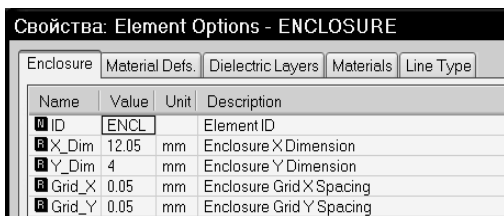

Рис. 2.27
3. На вкладке **Enclosure** (рис. 2.27) введите значения **X\_Dim=12.05 mm** (это длина корпуса, которая должна точно совпадать с длиной топологии), **Y\_Dim=4 mm** (ширина корпуса), **Grid\_X=0.05 mm** и **Grid\_Y=0.05 mm** (размер ячеек сетки по осям X и Y).